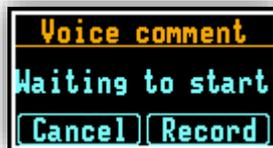

Abbildung 30: Sprachaufzeichnung Kommandofenster
**Achtung:** Die Sprachaufzeichnung kann eine vorherige oder folgende Messung gebunden werden. Zu beachten ist jedoch, wenn das Gerät vorher abgeschaltet war oder es kein vorheriges Logger File gibt, kann keine Bindung zu einer vorherigen Messung durchgeführt werden und die Abbildung 30 erscheint sofort.